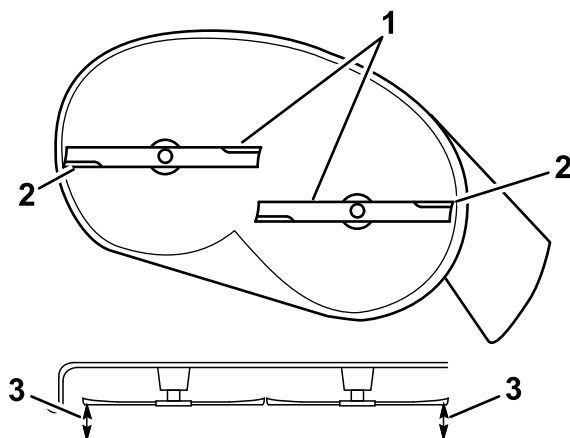
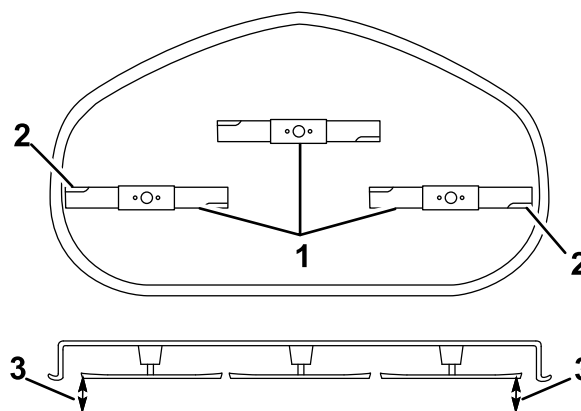

Figura 64
Figura 65
5. Misurate la distanza tra i taglienti esterni e la superficie piana (Figura 64 e Figura 65).